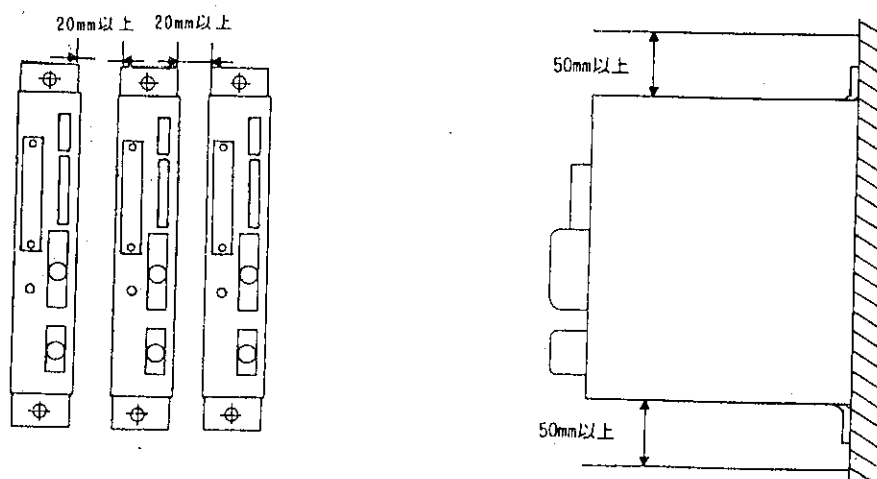

図3-4 ドライバの据付けと通気性
(3)放熱のため、上下、左右の空間は他装置、部品や制御盤壁面から上下各50mm、左右各20mm以上確保するようにして下さい。(図3-4 参照)